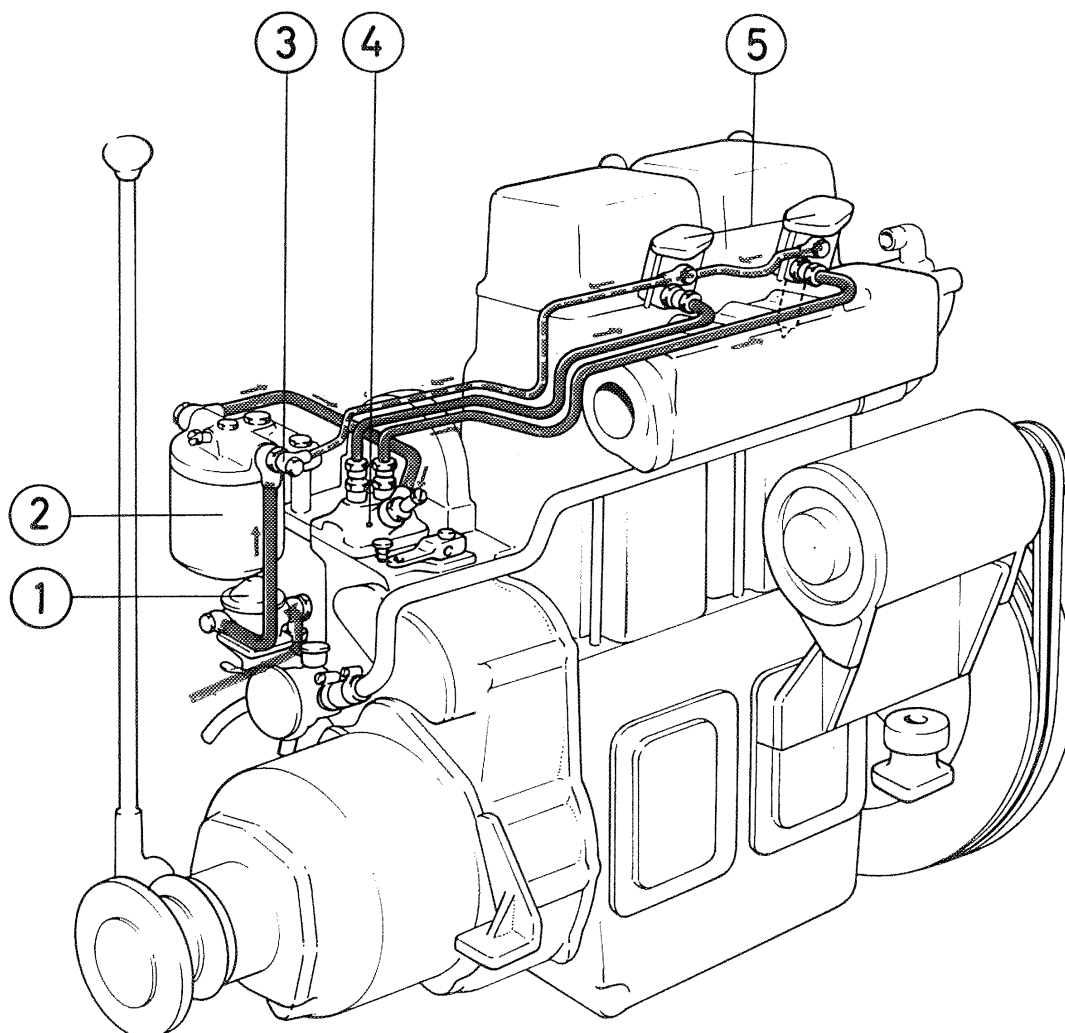

Fig. 11. Système d'alimentation.
Le système d'alimentation comprend la pompe d'alimentation (1, Fig. 11) avec filtre décanteur, le filtre fin (2), la pompe d'injection (4) avec régulateur, les injecteurs (5), ainsi que le réservoir et les conduites de carburant.